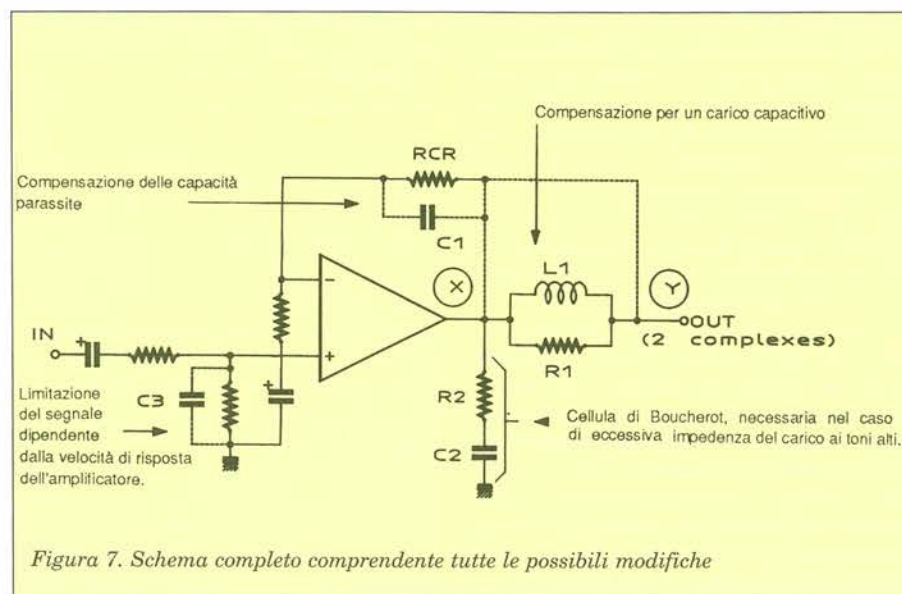

Figura 7. Schema completo comprendente tutte le possibili modifiche
Ecco perché suggeriamo lo schema di Figura 7, che riassume la serie completa delle non linearità che si possono aggiungere alla risposta dell'amplificatore a mosfet. Si lavora con segnali ad onda quadra, ad un livello di potenza corrispondente all'ascolto abituale dell'utilizzatore:
- A questo punto, si può trovare il punto ideale di controreazione all'uscita di  $Rc$ : il pilotaggio dell'asse X può essere commutato all'asse Y, se il risultato risulta migliore sull'oscilloscopio.  $C19$  ( $C1$  in Figura 7) deve essere comunque montato, come già detto. Dissaldare ora il terminale d'uscita  $Rc$ , che nell'amplificatore corrisponde a  $R37$ , e collegarlo con un filo all'uscita altoparlante (punto Y della Figura 7). Tanto per farsi un'idea, noi non abbiamo provato questa configurazione ed abbiamo lasciato la controreazione in X, con  $L1$  inalterata ed  $R1$  da 2,2  $\Omega/16 W$  (carico 8  $\Omega$  + 0,1  $\mu F$ ).
- In caso di necessità, si può collegare la cellula di Boucherot ( $R2$  e  $C2$ , in Figura 7) al punto X, eventualmente al punto Y; si può anche disporre una su ciascun punto. Si tratta di un carico sup-